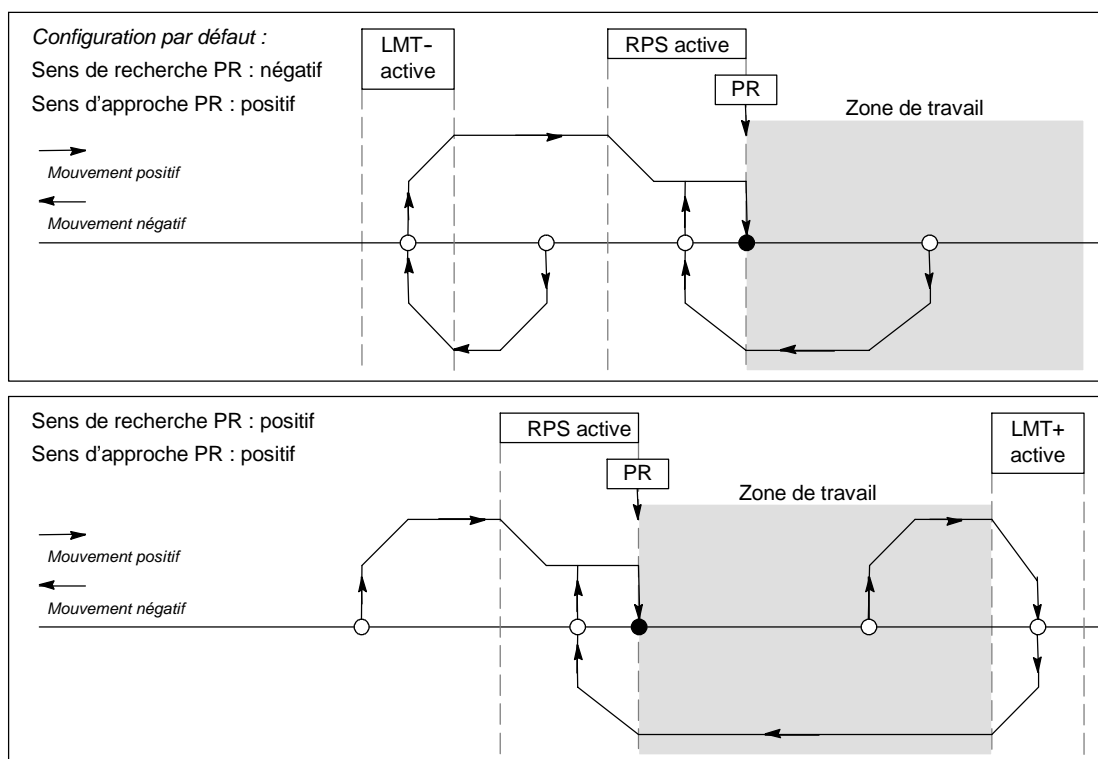

Figure 9-21 Recherche du point de référence, mode 1
- ❑ La figure 9-21 montre deux des options du mode de recherche 1 du point de référence. Ce mode localise le point de référence à l'endroit où l'entrée RPS devient active en approche à partir de la zone de travail.